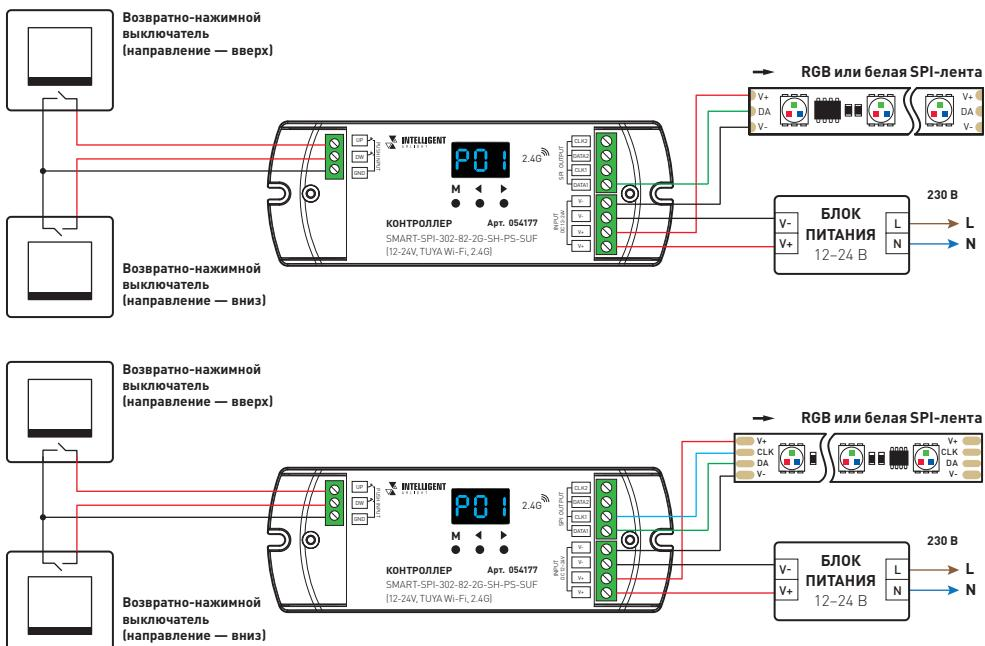

Рис. 2. Схема подключения контроллера при лестничном освещении
- 3.2. Подключите контроллер в соответствии со схемами на рис. 2–3.